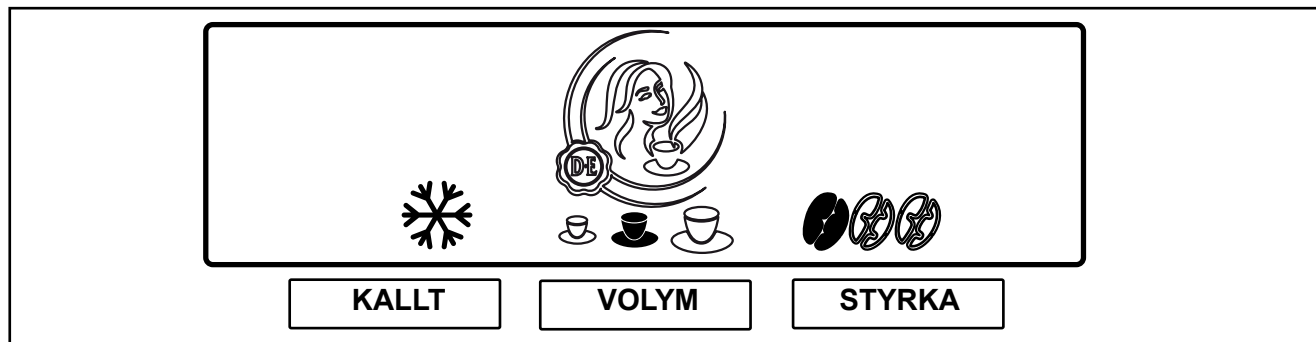

Bild 16
2. Tryck på förvalsknappen „**STYRKA**“ för att aktivera detta förval. Nu syns tre kaffeböner på displayen (bild 16).